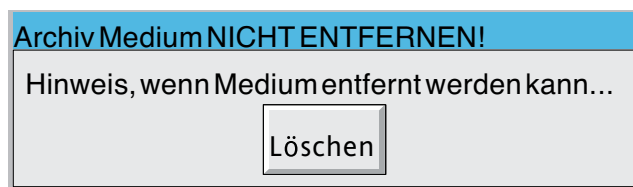

Abbildung 2.4.1c Meldung „Archiv Medium nicht entfernen“
3. Die Klappe wird für ca. 5 s entriegelt (für den Zugriff auf den Stift und den USBfront Port). Gleichzeitig erscheint eine Warnmeldung auf dem Bildschirm (Abbildung 2.4.1c).